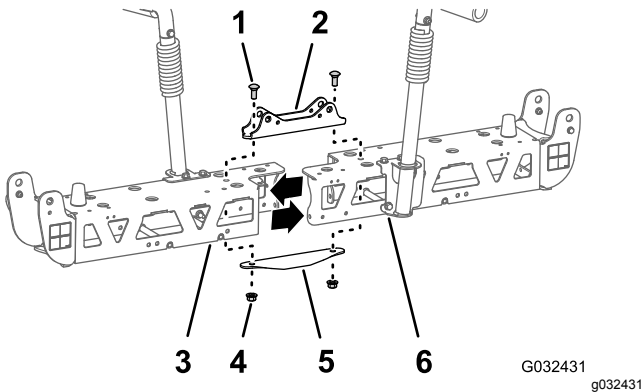

Figure 53
2. Retirez les 2 boulons de carrosserie ($\frac{1}{2}$ " x $1\frac{1}{4}$ ") et les 2 contre-écrous ($\frac{1}{2}$ ") qui fixent le support de vérin étroit, les cadres en treillis droit et gauche, et la plaque de liaison étroite (Figure 53).